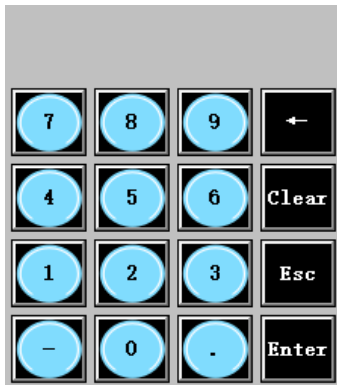

图 2.3-8 添加字符码和功能码
- ⑥ 重复步骤 2~步骤 5，依次添加字符码：“1”、“2”、“3”、“4”、“5”、“6”、“7”、“8”、“9”、“-”、“.”，以及添加功能码：“Backspace”、“Clear”、“Esc”、“Enter”。调整构件位置和大小，如图 2.3-8 所示：
完成图 2.3-8 所示操作后，该自定义键盘已经可以实现数值输入，但用户还可以通过 McgsPro 提供的系统变量，显示数据